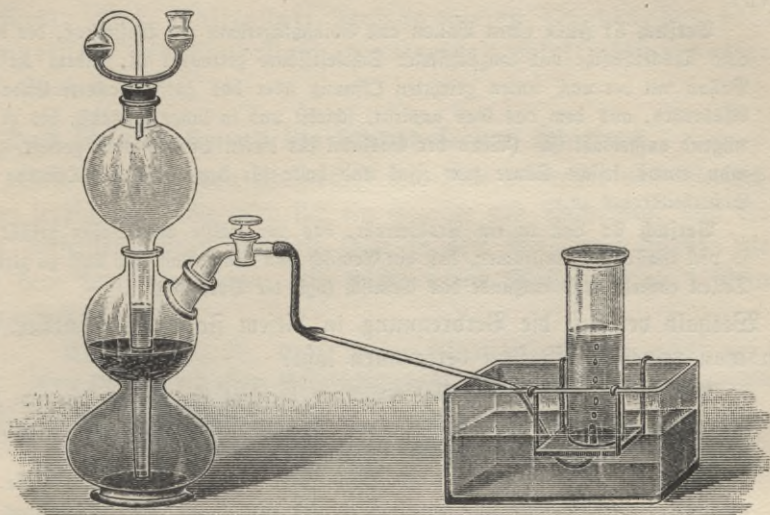

Fig. 18. Darstellung von Wasserstoff im Kippischen Apparat.
**Versuch 1** (Fig. 18): Bringe in eine Gasentwicklungsflasche, die mit einem Gasableitungsrohr und einem Trichterrohr versehen ist, oder in einen Kipp'schen Apparat granuliertes Zink und verdünnte Schwefelsäure (1:3)1). Vorprobe: Fange das entweichende Gas in einem Probierrohr über Wasser auf, schließe das gefüllte Rohr mit dem Daumen und halte es dann mit der Öffnung in eine Flamme. Sobald es ruhig abbrennt, fülle vier Zylinder mit dem Gase und schließe sie durch Glasplatten.